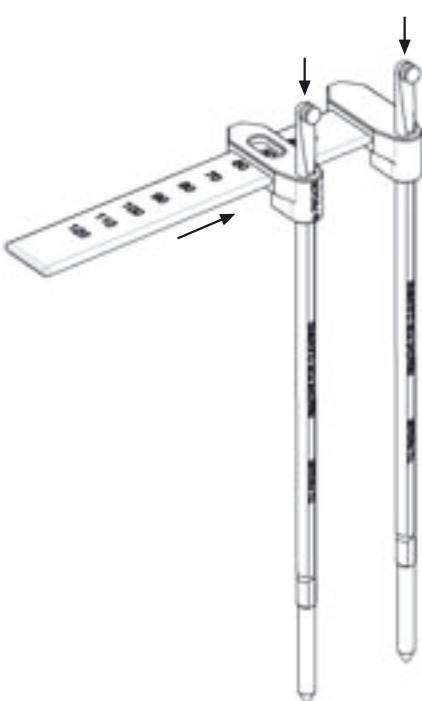

Fig. 15
- Montar el medidor de longitud de varilla **11**, ver Fig. 15.